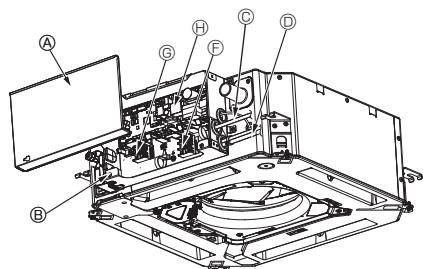

**Fig. 6-2**
1. Conecte el tubo de desagüe (suministrado con la unidad) al orificio de desagüe. (Fig. 6-2)